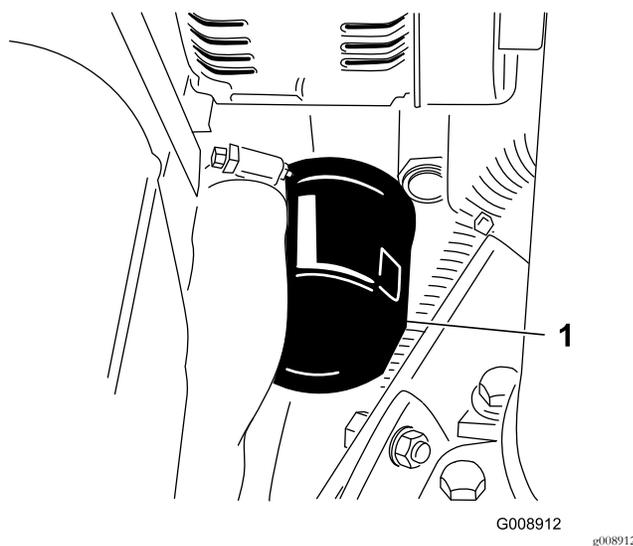

Рисунок 65
2. Снимите масляный фильтр (Рисунок 65).